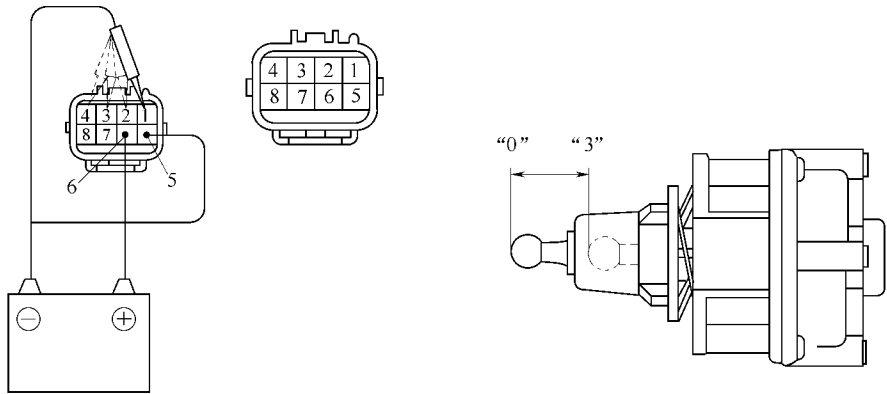

图 18－83 检查促动器
(1) 检查灯提醒继电器。如图 18－84 所示，将正极（+）导线从蓄电池连接到端子 3，
(2) 检查继电器回路。从继电器脱开接插件，按表 18－15 检查配线侧的接插件，如图 18－85 所示。